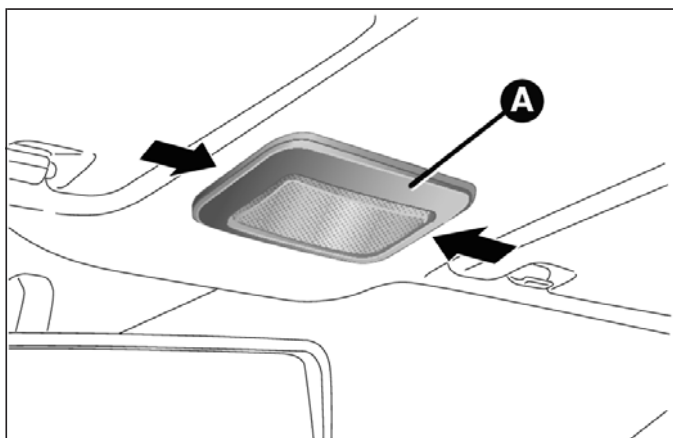
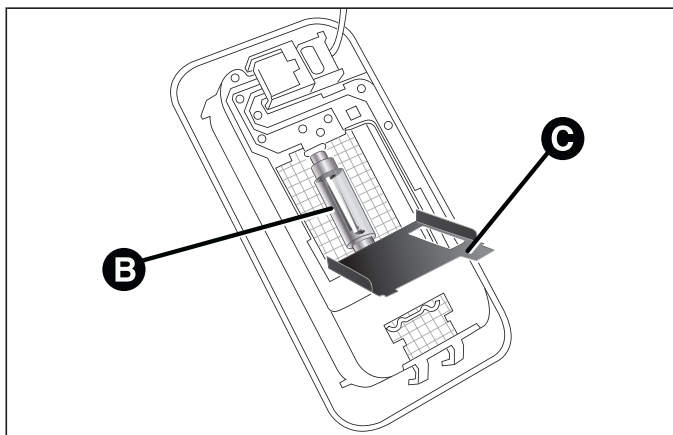

fig. 139
fig. 140
- agire nel punto indicato dalla freccia e rimuovere la plafoniera A fig. 139;
- aprire lo sportellino C fig. 140 e sostituire la lampada B, svincolandola dai contatti laterali;
- inserire la nuova lampada B fig. 140, accertandosi che risulti correttamente bloccate tra i contatti stessi;
- richiudere lo sportellino C fig. 140 e fissare la plafoniera A fig. 139 nella sua sede accertandosi dell'avvenuto bloccaggio.